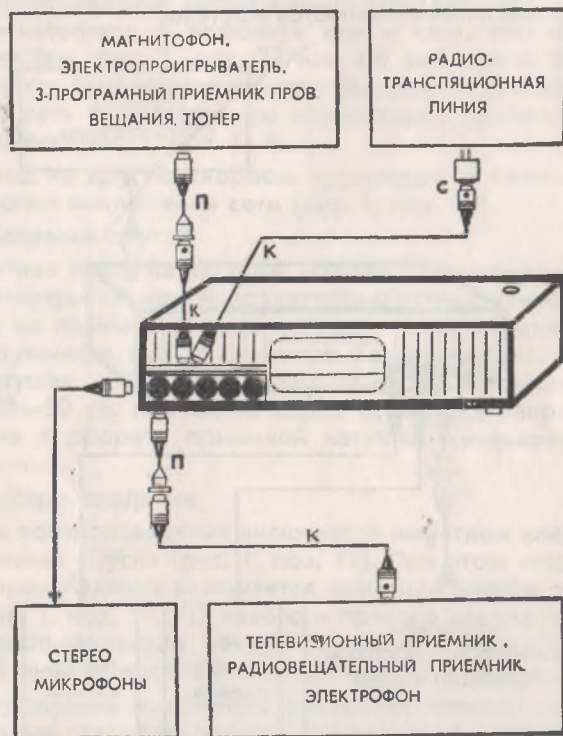

Рис. 6. Схема внешних соединений при записи
6.4.4. Подключение источников для записи на магнитофон показано на рис. 6, при этом во время записи рекомендуем отключить как контрольный громкоговоритель, так и акустические системы.